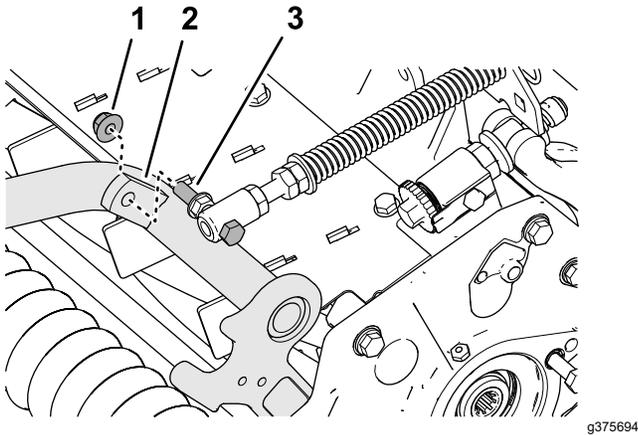

図 10
- 4. ターフ補正 Springs のキャップスクリューを、キャリアフレームの右側タブに組み付ける 図 10 フランジロックナット $\frac{3}{8}$ "を使用する。